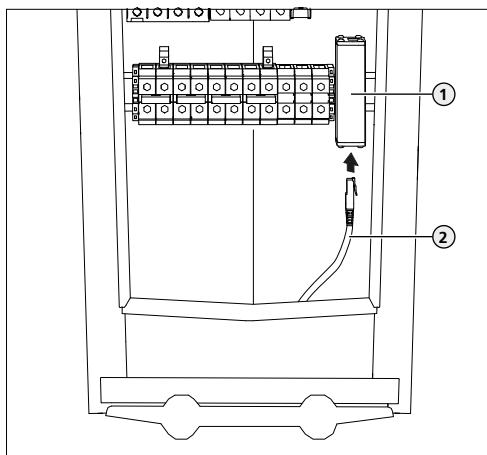

Bild 17: Anslutning till Ethernet
- ➔ "Bild 17: Anslutning till Ethernet"